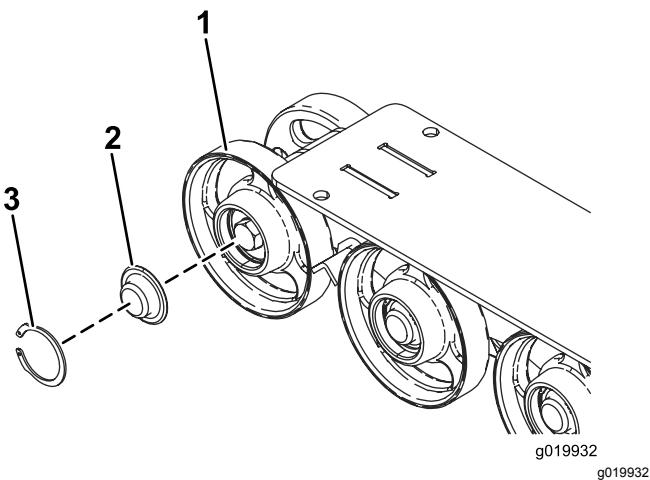

Figura 51
5. Retire o anel de retenção e a tampa da roda de estrada (Figura 51).
- 6. Verifique a lubrificação debaixo da tampa e em torno da junta (Figura 51). Se estiver suja, com grão ou retirada, limpe todo o lubrificante, substitua a junta e adicione novo lubrificante.
- 8. Coloque a tampa da roda de estrada lubrificada por cima do perno com cabeça (Figura 51).
- 9. Fixe a tampa da roda de estrada com o anel de retenção (Figura 51).